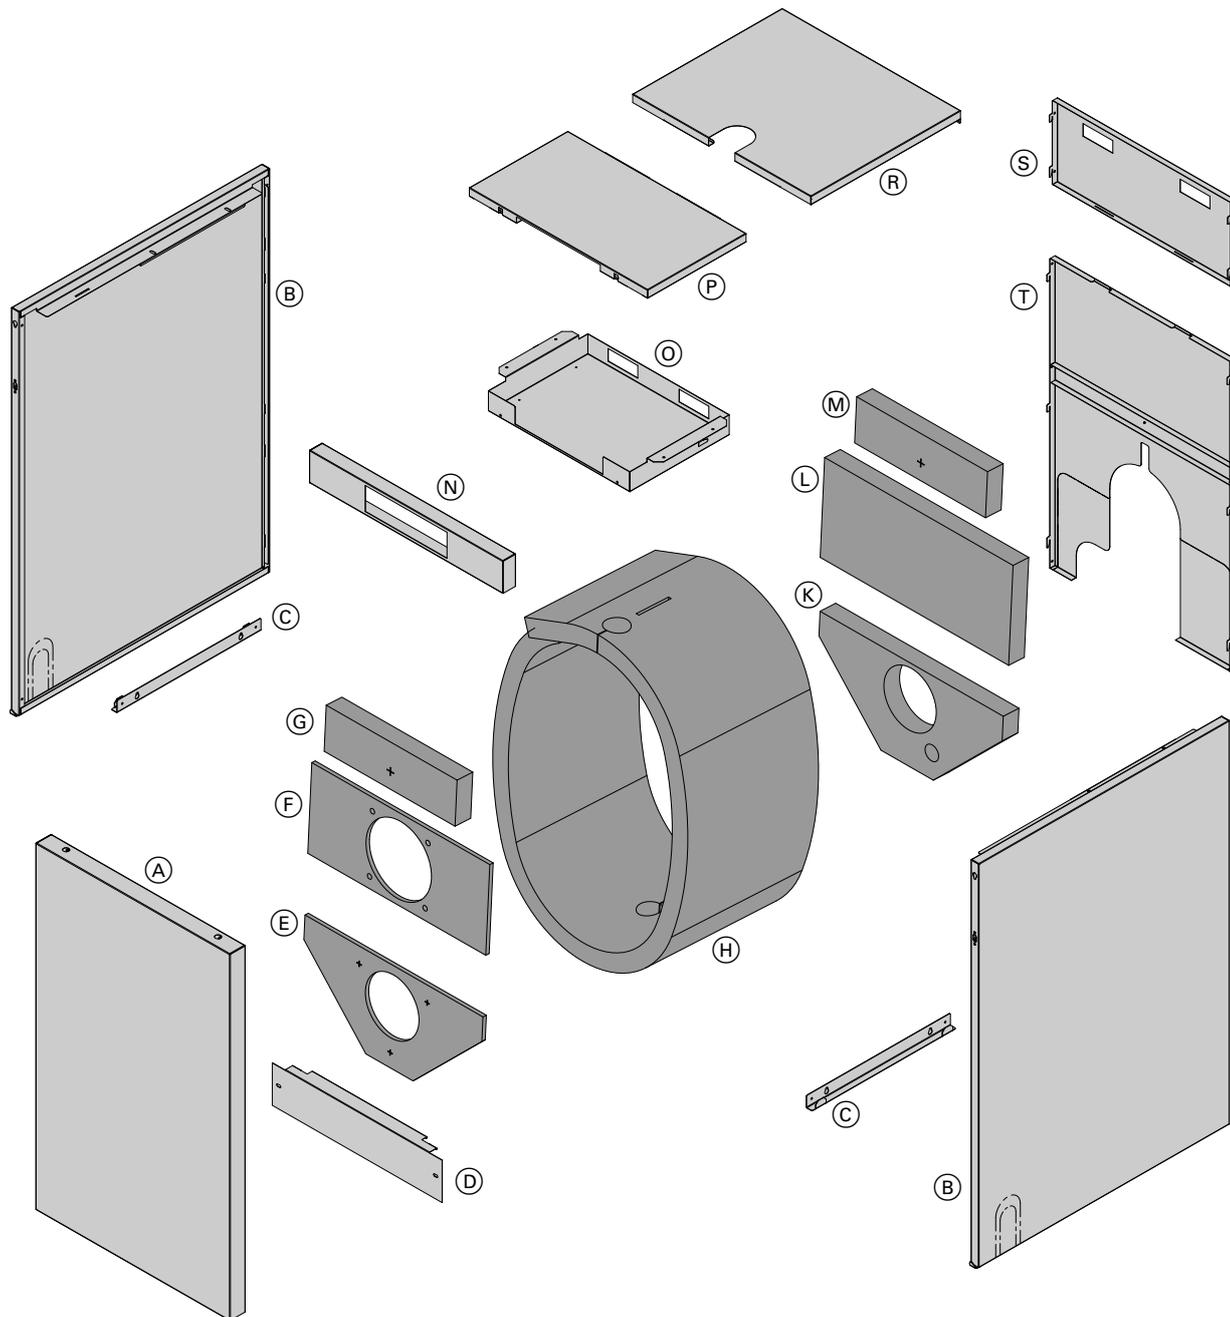

Abb. 3
- Verkleidung und Wärmedämmung, siehe Abb. 3